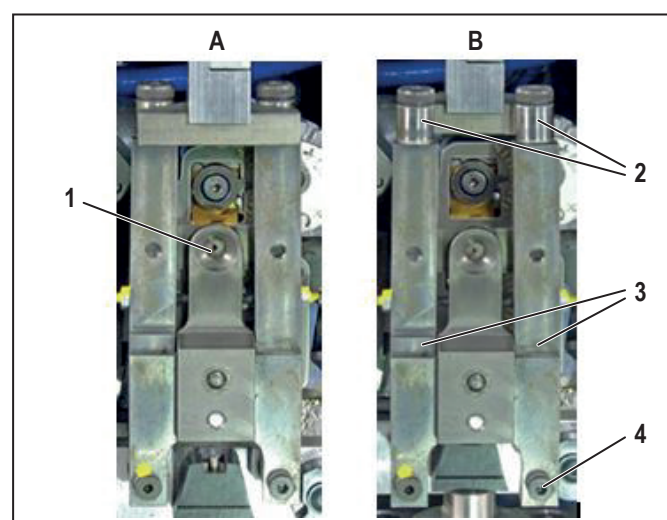

Bild 8.3 Montagehållare för flertrådiga ledare i driftposition (A) och dragen framåt (B)
- Dra montagehållaren för flertrådiga ledare framåt (Bild 8.3, B).
- Kontrollera att valsarna (2) kan röra sig fritt. Smörj valsarnas rotationspunkter vid behov.
- Smörj rotationspunkterna (4) på montagehållaren för flertrådiga ledare.
- Se till att montagehållaren för flertrådiga ledare är i frontläge (Bild 8.3, B).
- Ta bort den nedre högra skruven på montagehållaren för ledare (Bild 8.3, 4).